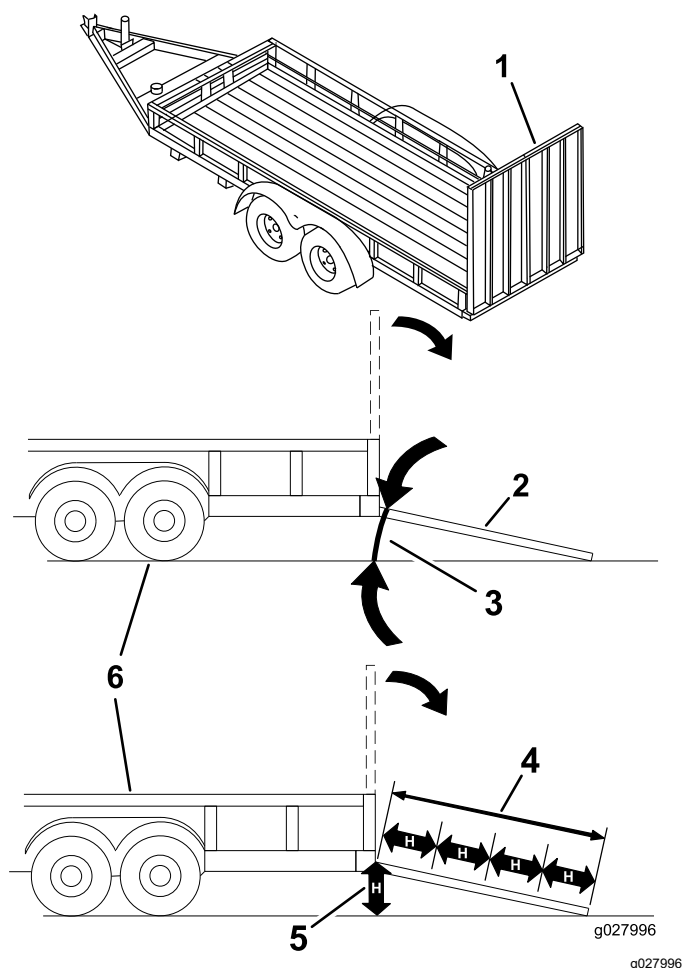

Figure 39
Le chargement de la machine sur une remorque ou un camion augmente le risque de basculement, et donc de blessures graves ou mortelles (Figure 39).
3. Abaissez la rampe pour que l'angle avec le sol ne dépasse pas 15 degrés (Figure 39).
1. Abaissez la rampe pour que l'angle avec le sol ne dépasse pas 15 degrés (Figure 39).